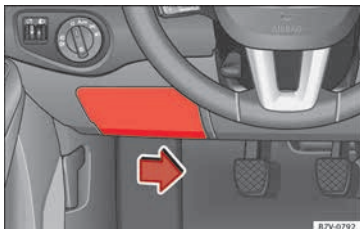

Fig. 60 En el tablero de instrumentos del lado del conductor: tapa de la caja de fusibles.
- Para liberar la tapa desplace hacia la derecha la maneta de accionamiento situada en la parte inferior de la misma »» fig. 60.